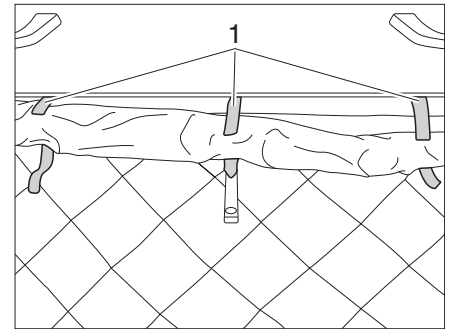

Figure 4 Ouvrir les bandes Velcro
- Ouvrir trois bandes Velcro (Figure 4,1) du soufflet en tissu.
- Enrouler soigneusement le soufflet en tissu dans la zone du verrouillage et le fixer avec trois bandes Velcro (Figure 4,1).